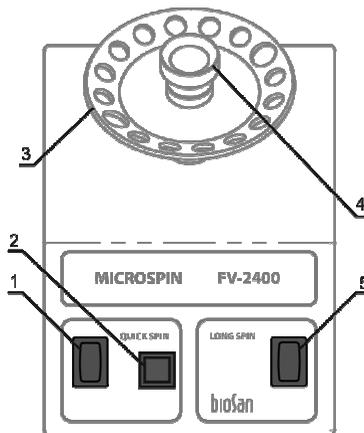

Abb. 1 Vorderseite
Das Gerät ist mit einem Befestigungsmechanismus für alle Typen der o.g. Rotoren ausgestattet. Der Bediener kann den Rotor für den gewünschten Röhrchentyp problemlos in 3 bis 5 s austauschen. Um den Rotor auszutauschen (Abb. 1/3), halten Sie ihn mit einer Hand fest und drehen Sie mit der anderen den Vortex-Kopf (Abb. 1/4) gegen den Uhrzeigersinn. Wechseln Sie den Rotor aus und drehen Sie den Vortex-Kopf wieder ein.
- Drehen Sie den Schalter QUICK SPIN (Schnelles Spinning) (Abb. 1/1) auf die Position I (ON/EIN).
- Drücken Sie die Taste QUICK SPIN (Schnelles Spinning) (Abb. 1/2) für schnelles Mischen/Sedimentieren und halten Sie die Taste die gewünschte Dauer gedrückt. Nach Loslassen der Taste QUICK SPIN (Schnelles Spinning) stoppt das Gerät automatisch.
- Drehen Sie den Schalter QUICK SPIN (Schnelles Spinning) (Abb. 1/1) auf die Position O (OFF/AUS).
- Drehen Sie den Schalter QUICK SPIN (Schnelles Spinning) (Abb. 1/1) auf die Position **I** (ON/EIN).
- Halten Sie sanft mit den Fingern den oberen Teil des Röhrchens und drücken Sie den unteren Teil zum Boden des Vortex-Kopfes mit dem konischen Hohlraum (Abb. 1/4).
- Drehen Sie den Schalter QUICK SPIN (Schnelles Spinning) (Abb. 1/1) auf die Position **O** (OFF/AUS).
- Platzieren Sie eine GERADE Anzahl von sich gegenüberstehenden Röhrchen in die Steckplätze des Rotors (Abb. 1/3).
- Stellen Sie den Schalter LONG SPIN (Langes Spinning) (Abb. 1/5) auf die Position **I** (ON/EIN), um die Sedimentierung zu starten.
- Stellen Sie den Schalter LONG SPIN (Langes Spinning) (Abb. 1/5) auf die Position **O** (OFF/AUS), um die Sedimentierung zu beenden.